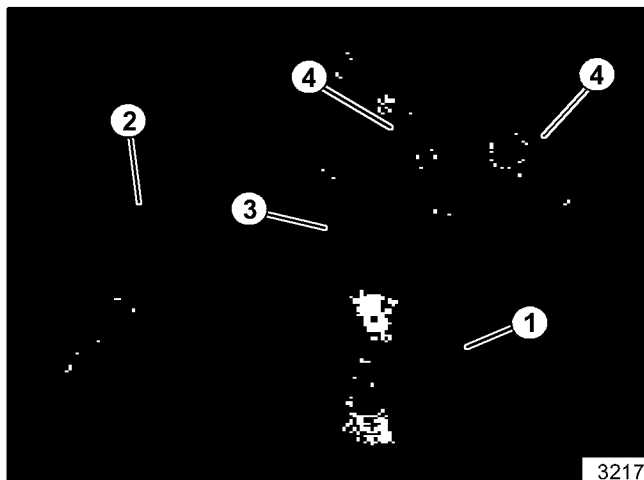

Figura 33. Transmisión Desarmada
5. Quite los engranajes, los ejes y el espaciador. También quite las chumaceras y los sellos de grasa (vea la figura 33).